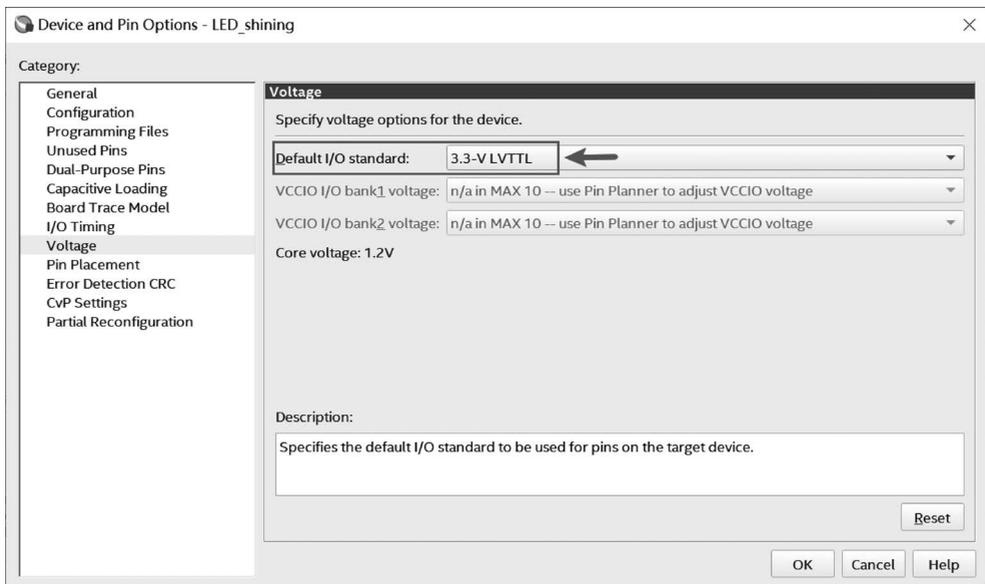

图 3.43 Quartus Prime 配置引脚电平页面
(3) 在 Voltage 选项中配置 Default I/O standard 为 3.3-V LVTTTL 状态。Quartus Prime 配置引脚电平页面如图 3.43 所示。